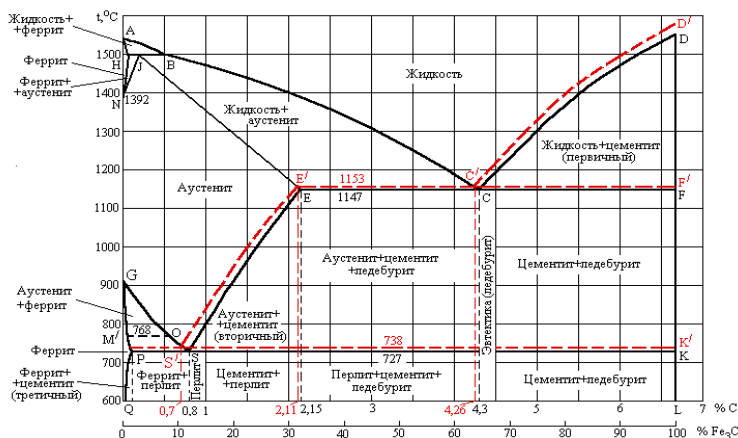

Рис. 12
1. Точка  $A_0(210^\circ\text{C})$  на диаграмме Fe -  $\text{Fe}_3\text{C}$  (рис.12) характеризует...
2. Точка  $A_1(727^\circ\text{C})$  на диаграмме Fe -  $\text{Fe}_3\text{C}$  (рис.12) характеризует...
3. Точка  $A_2(768^\circ\text{C})$  на диаграмме Fe- $\text{Fe}_3\text{C}$  (рис.12) характеризует...
4. Точка  $A_3(910^\circ\text{C})$  на диаграмме Fe- $\text{Fe}_3\text{C}$  (рис.12) характеризует...
5. Точка  $A_4(1392^\circ\text{C})$  на диаграмме Fe-Fe3C (рис.12) характеризует...
6. Состав фазы характеризуется точкой  $S$  на диаграмме Fe-Fe3C (рис.12) и соответствует...
7. Состав фазы характеризуется точкой  $J$  на диаграмме Fe-Fe3C (рис.12) и соответствует...